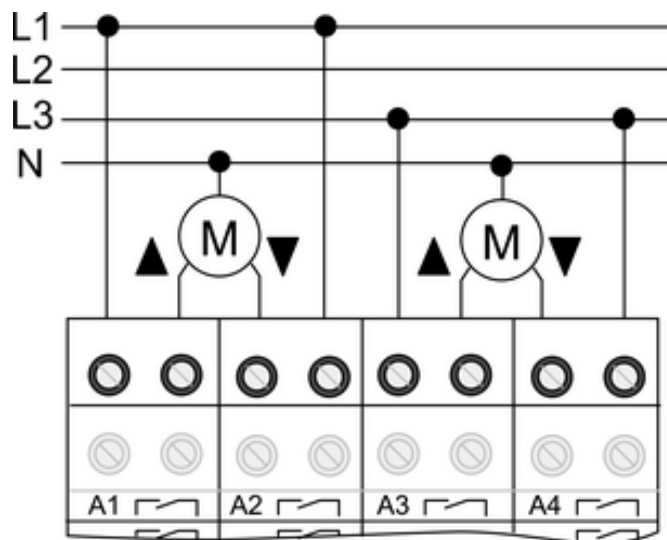

Bild 5
- Anslut drivningarna (bild 5).